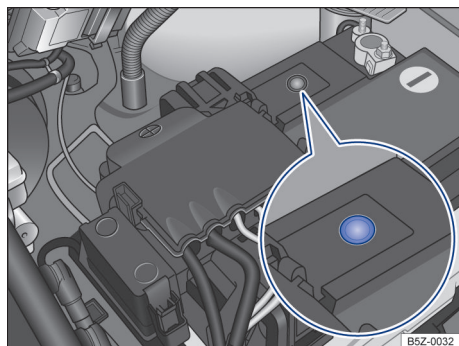

Fig. 169 No compartimento do motor: exemplo de posição do visor no lado superior da bateria do veículo.
- O visor redondo → Fig. 169 na parte superior da bateria do veículo muda de cor conforme o nível do eletrólito.